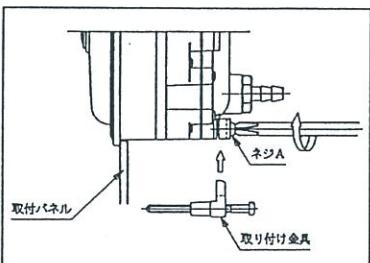

図II-1
2. 計器をパネル前方よりはめ込み、取り付け金具2ヶを元の状態になるようにセットし、ネジAを締め固定します。(図II-1)